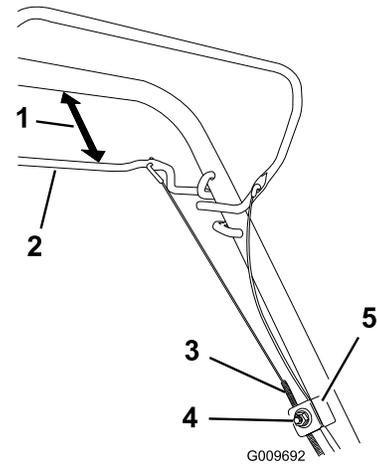

Figure 25
- Desserrez l'écrou du support de guidage du câble (Figure 25).
- Maintenez la barre de commande d'autotraction à 25 à 38 mm du guidon (Figure 25).
- Baissez la gaine du câble (vers la tondeuse) pour éliminer le mou du câble (Figure 25).